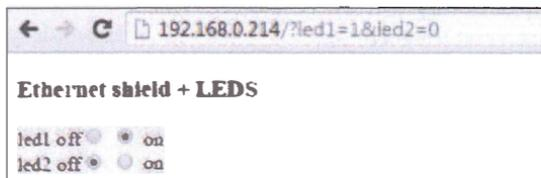

Рис. 29.2. Веб-страница, формируемая Arduino-сервером
5. На странице (рис. 29.2), изменяя статус элементов `input radio`, видим изменение состояния светодиодов, подключенных к плате Arduino.